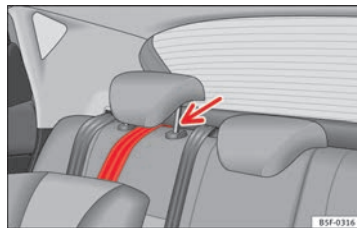

Fig. 36 Correa de sujeción: correcto ajuste y montaje.
- Dirigir la correa de sujeción del Top Tether por debajo del apoyacabezas del asiento posterior ⇒ fig. 36 (levantar el apoyacabezas si es necesario).